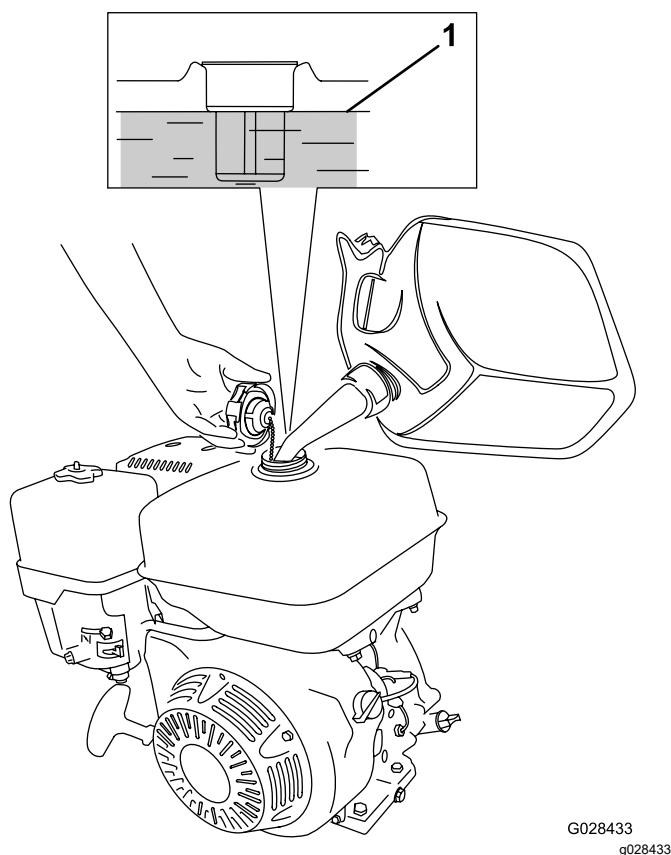

Figure 17
1. Nettoyez la surface autour du bouchon du réservoir de carburant et enlevez le bouchon (Figure 17).